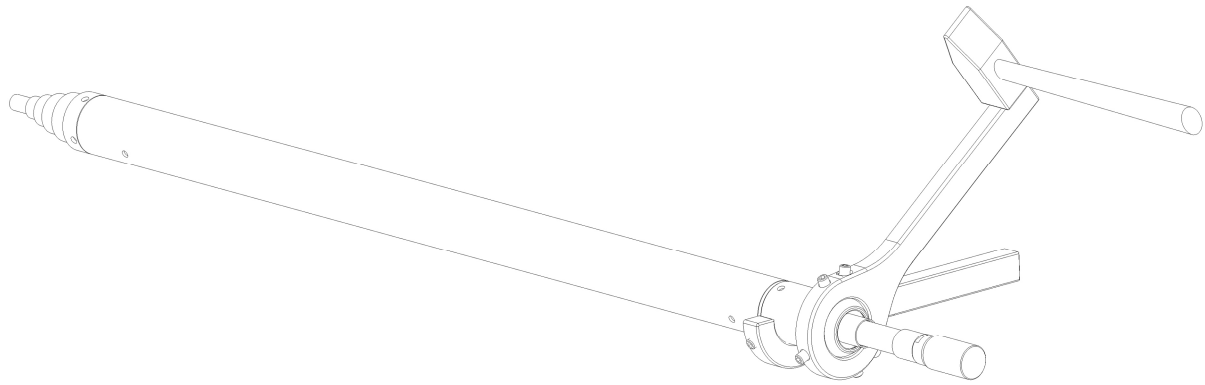

Рис.9. Монтаж задней резьбовой заглушки.
8. Вкрутить заднюю резьбовую заглушку **4** во втулку управления **3**. Использовать нить-герметик (рекомендуется LOCTITE 55) как показано на фото 2. Использовать молоток для докручивания задней резьбовой заглушки (рис. 9).